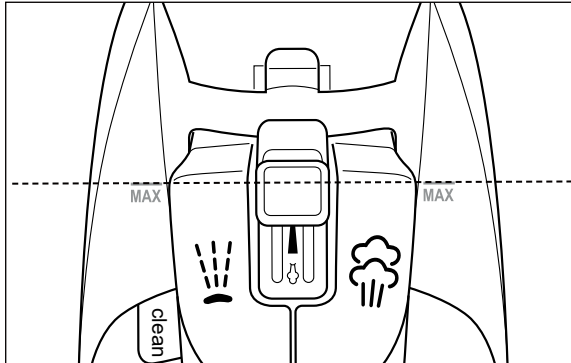

Fig. 5
- 4) Llene el depósito de agua 13 como máximo hasta la marca **MAX**. Coloque la plancha de vapor sobre la base 10 y compruebe que la cantidad de llenado no sobrepase la marca **MAX** (consulte la fig. 5). Deseche el exceso de agua. La cantidad de llenado máxima del depósito de agua 13 es de aprox. 320 ml.